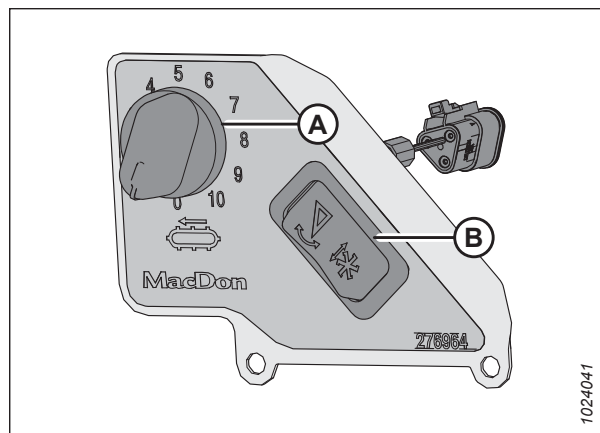

Figure 3.357: Commande de vitesse des tapis latéraux en cabine
Le commutateur (B) de la figure 3.357, page 253 permet à l'opérateur de basculer entre les commandes d'inclinaison de la plateforme et d'inclinaison avant-arrière du rabatteur. Pour obtenir des instructions sur les commandes, consultez Réglage de l'angle de la plateforme à partir de la moissonneuse-batteuse, page 241.